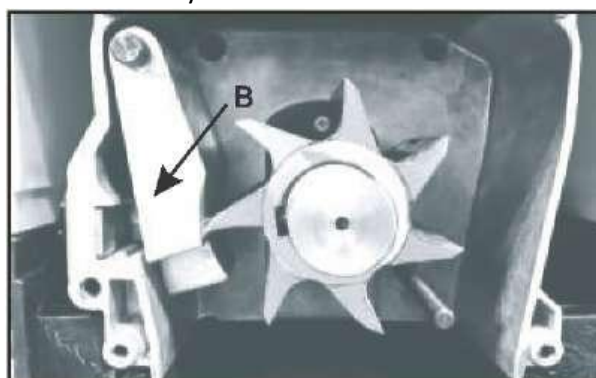

Fig. 6B)
2. Ta bort motplattan (B) och sätt in en ny. (Fig. 6B)